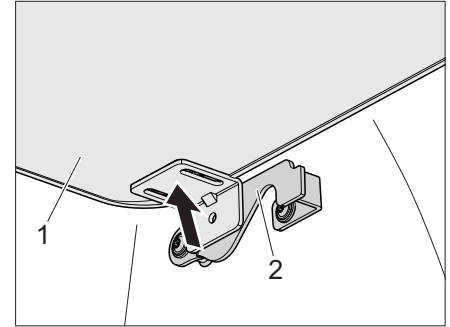

Bild 22 Tapp
- Sängförlängningen (Bild 22,1) dras ut åt vänster och höger ur hållaren (Bild 22,2) och lyfts bort.